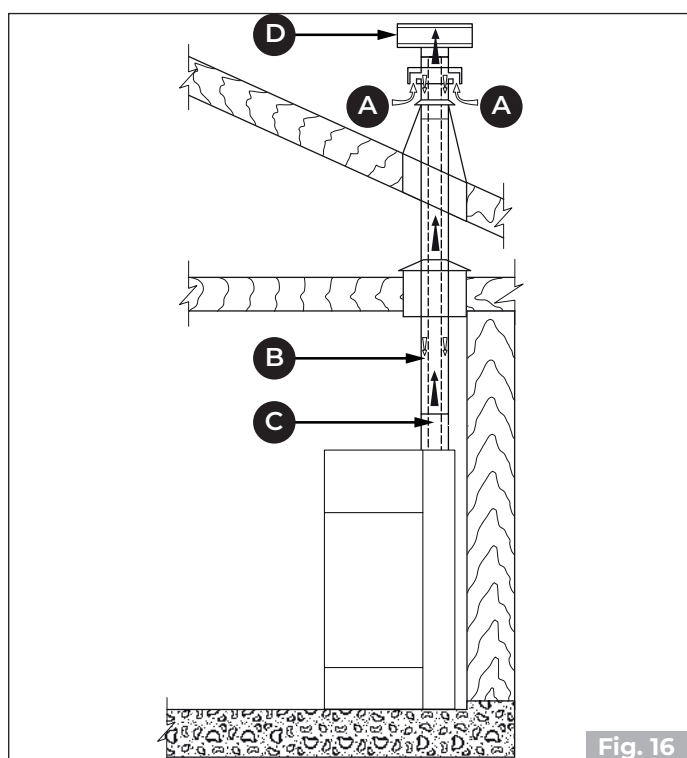

Fig. 16
- directamente desde el exterior con conexión directa a la cámara de combustión (**Fig. 16 - Fig. 17**).
- canalizar el aire comburente mediante un tubo de descarga coaxial para la expulsión de los humos y la extracción del aire (**Fig. 16- Fig. 18 - A, B = Entrada aire, C, D = Salida humos**); por lo tanto no es necesario hacer una clásica toma de aire en el local.